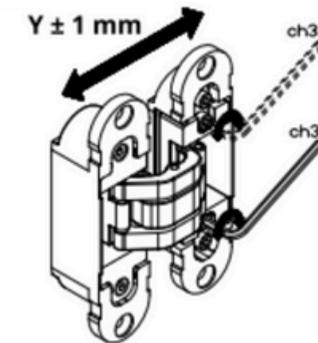

Abbildung 3
6. Lösen Sie die beiden in Abbildung 3 gezeigten Schrauben, die sich an dem am Rahmen befestigten Scharnierteil befinden, mit einem 3-mm-Inbusschlüssel.